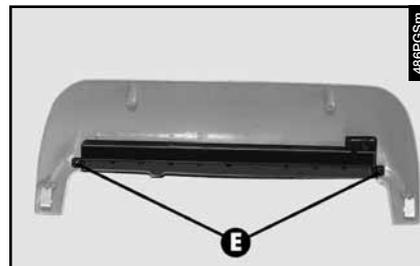

fig. 65
– Dévisser les deux vis (**E-fig. 65**) et séparer le groupe optique du couvercle.
– Remonter le couvercle sur le groupe optique et le fixer avec les vis (**E-fig. 65**).